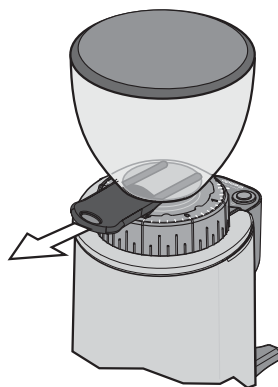

Fig. 8
**Accertarsi della completa apertura dell'otturatore della campana fino a fine corsa (ultimo scatto) (vedi Fig. 8).**